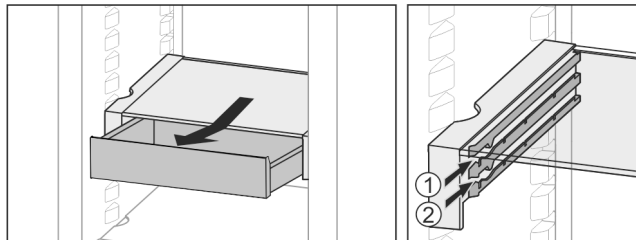

Fig. 31
- ▶ Vstavite ga na poljubni višini Fig. 31 (1) ali Fig. 31 (2).